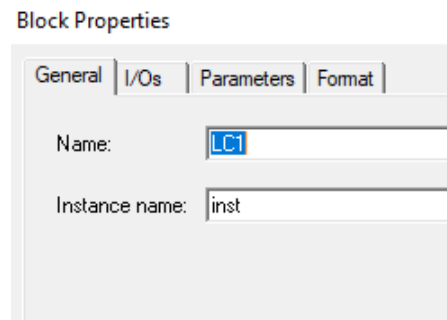

Рис. 1.16. Призначення ім'я новому блоку
**4.2.** Кожному блоку та елементу на схемі надайте ім'я. Виберіть піктограму «Виділення» (**Selection Tool**) і клацніть правою кнопкою миші на створеному блоці. Відкриється діалогове вікно «Властивості блоку» (**Block Properties**), де на вкладці **General** в полі **Name** введіть ім'я ФБ, наприклад, *LC1* (*Logic Circuit*) (рис. 1.16). Поле **Instance name** можна залишити без змін, це внутрішній ідентифікатор елементу в проекті.